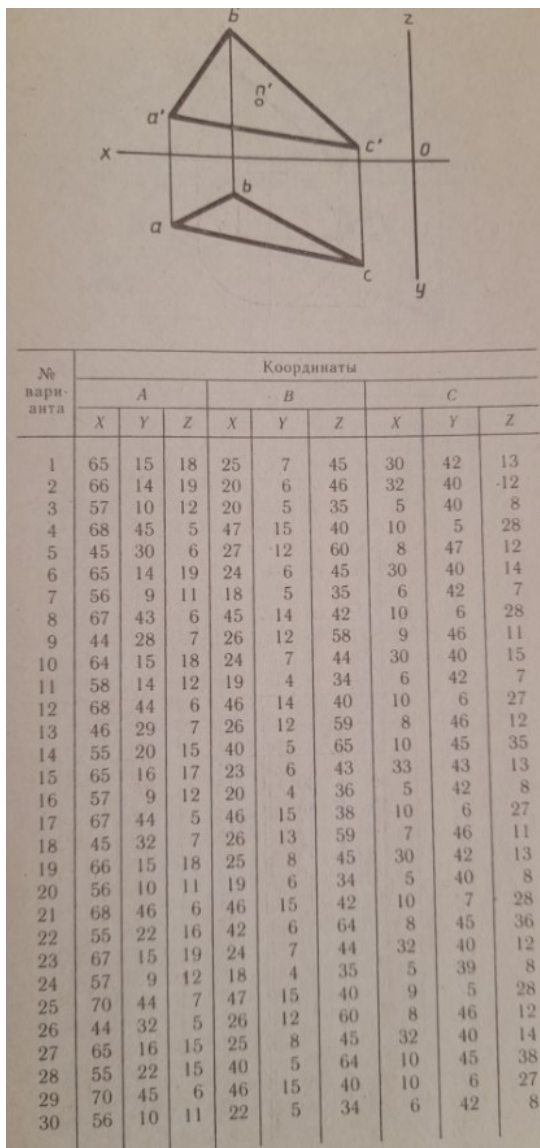

Рисунок 6 – Задание для выполнения практического занятия № 6
**Методические указания:** выполнить чертеж по заданию (рисунок 6). Номер варианта выбрать по номеру студента в журнале.